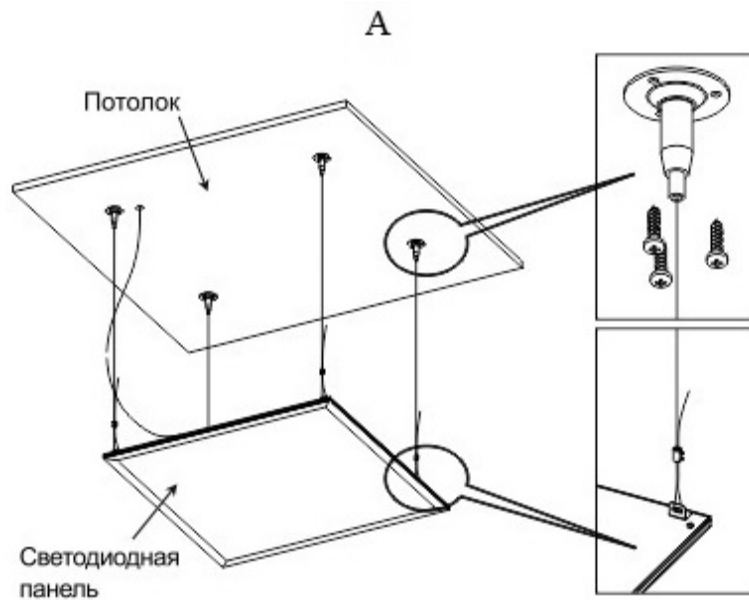

Рисунок 3:
6.3.1 Установка светильника на тросовых подвесах (см. рисунок 3).
1. Тросовый подвес (рисунок 3).